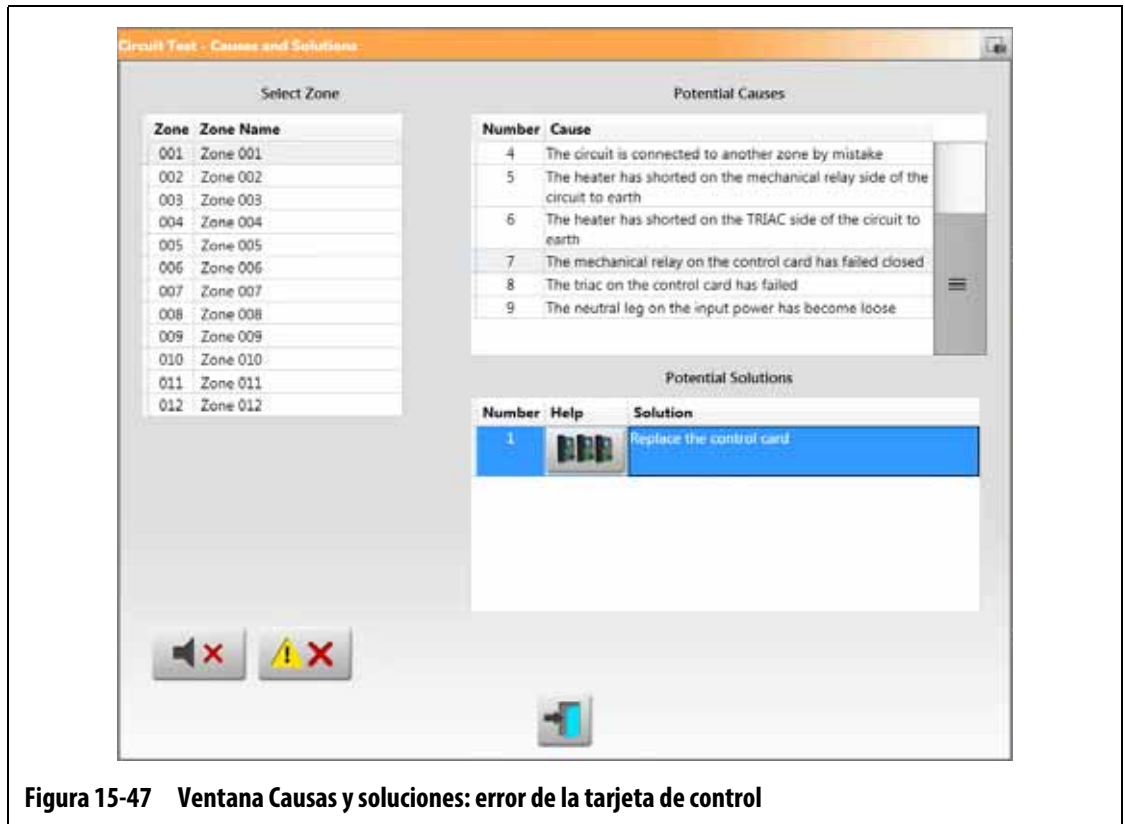

Figura 15-47 Ventana Causas y soluciones: error de la tarjeta de control
- **Go To Card Layout (Ir al esquema de tarjetas):** toque este botón para ver la pantalla Card Layout (Esquema de tarjetas). La placa y la tarjeta de control asociadas con la zona en la que se ha producido el problema se resaltarán en color rojo, como cuando usa la pantalla Event History (Historial de eventos) para ver errores. El botón Go To Card Layout (Ir al esquema de tarjetas) se muestra en la Figura 15-47. Consulte la Sección 15.2 para obtener información sobre la pantalla Card Layout (Esquema de tarjetas).
Los errores relacionados con la tarjeta de control inteligente (ICC) mostrarán el botón Go To Card Layout (Ir al esquema de tarjetas), debajo de la columna Help (Ayuda) del campo Potential Solutions (Posibles soluciones). Consulte la Figura 15-47. Toque este botón para ver la pantalla Card Layout (Esquema de tarjetas), la cual le ayudará a localizar la ICC que ha provocado el error. Consulte la Sección 15.2 para obtener información sobre la pantalla Card Layout (Esquema de tarjetas).